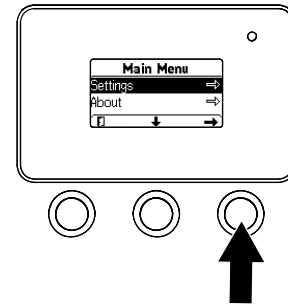

Figure 27
1. Dans le menu PRINCIPAL, appuyez sur le bouton central pour naviguer jusqu'au menu RÉGLAGES, puis appuyez sur le bouton droit (Figure 27).